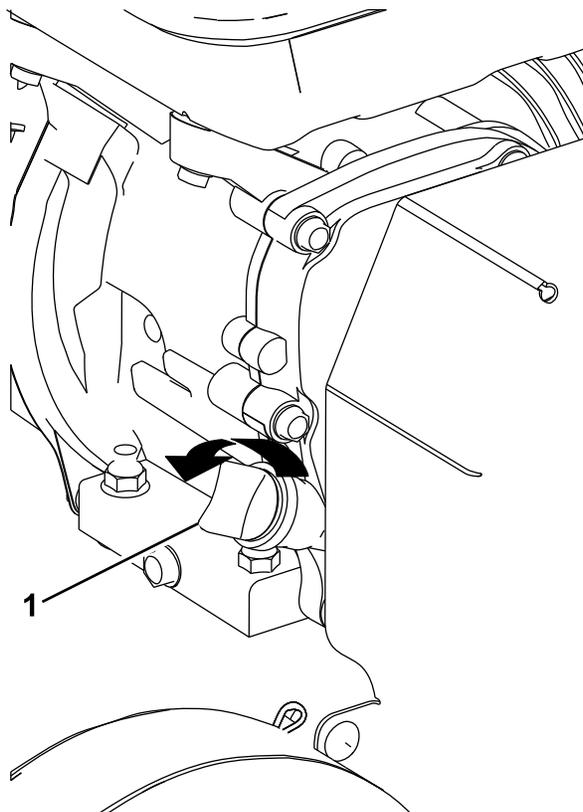

Figura 10
2. Limpie alrededor de la varilla (Figura 10) para impedir que caiga suciedad por el orificio de llenado y cause daños en el motor.
3. Desenrosque la varilla de aceite y limpie el extremo (Figura 10).
4. Introduzca la varilla a fondo en el tubo de llenado. No la enrosque. (Figura 10).